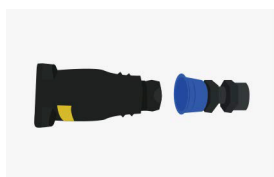

Figura 3
3. Desrosqueie a ponta da parte traseira do receptáculo (*figura 3*).